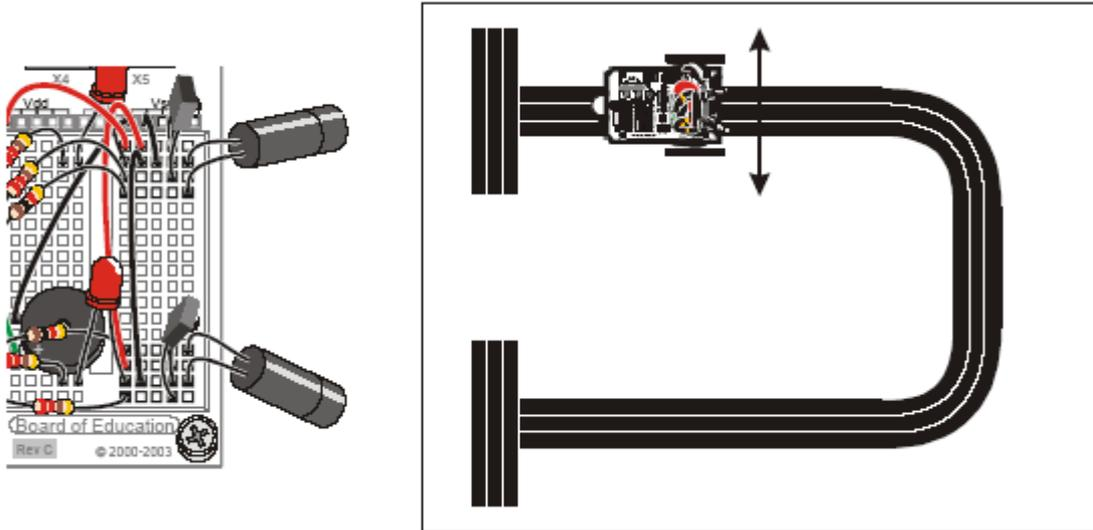

Figura 9-12.- El Home Boe-Bot colocado sobre la línea formada por las tiras adhesivas.
- Ahora coloca el Home Boe-Bot sobre la línea formada por las tiras adhesivas de la forma que se muestra en la figura 9-12. La lectura de distancia en ambos pares IR debería ser 0 ó 1 de nuevo. Si los valores son mayores tienes que apuntarlos ligeramente más hacia fuera, separándolos más del borde de las tiras.